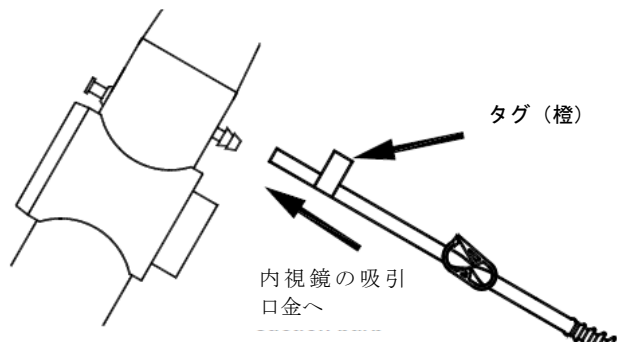

図4B
- (3) 本品の橙色のタグの付いたチューブ端 (図4B) を内視鏡の吸引口金に取り付ける。